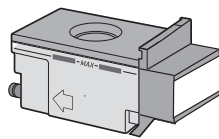

Figura 3
4. Asegúrese de que la tapa esté cerrada firmemente. (Figura 3)